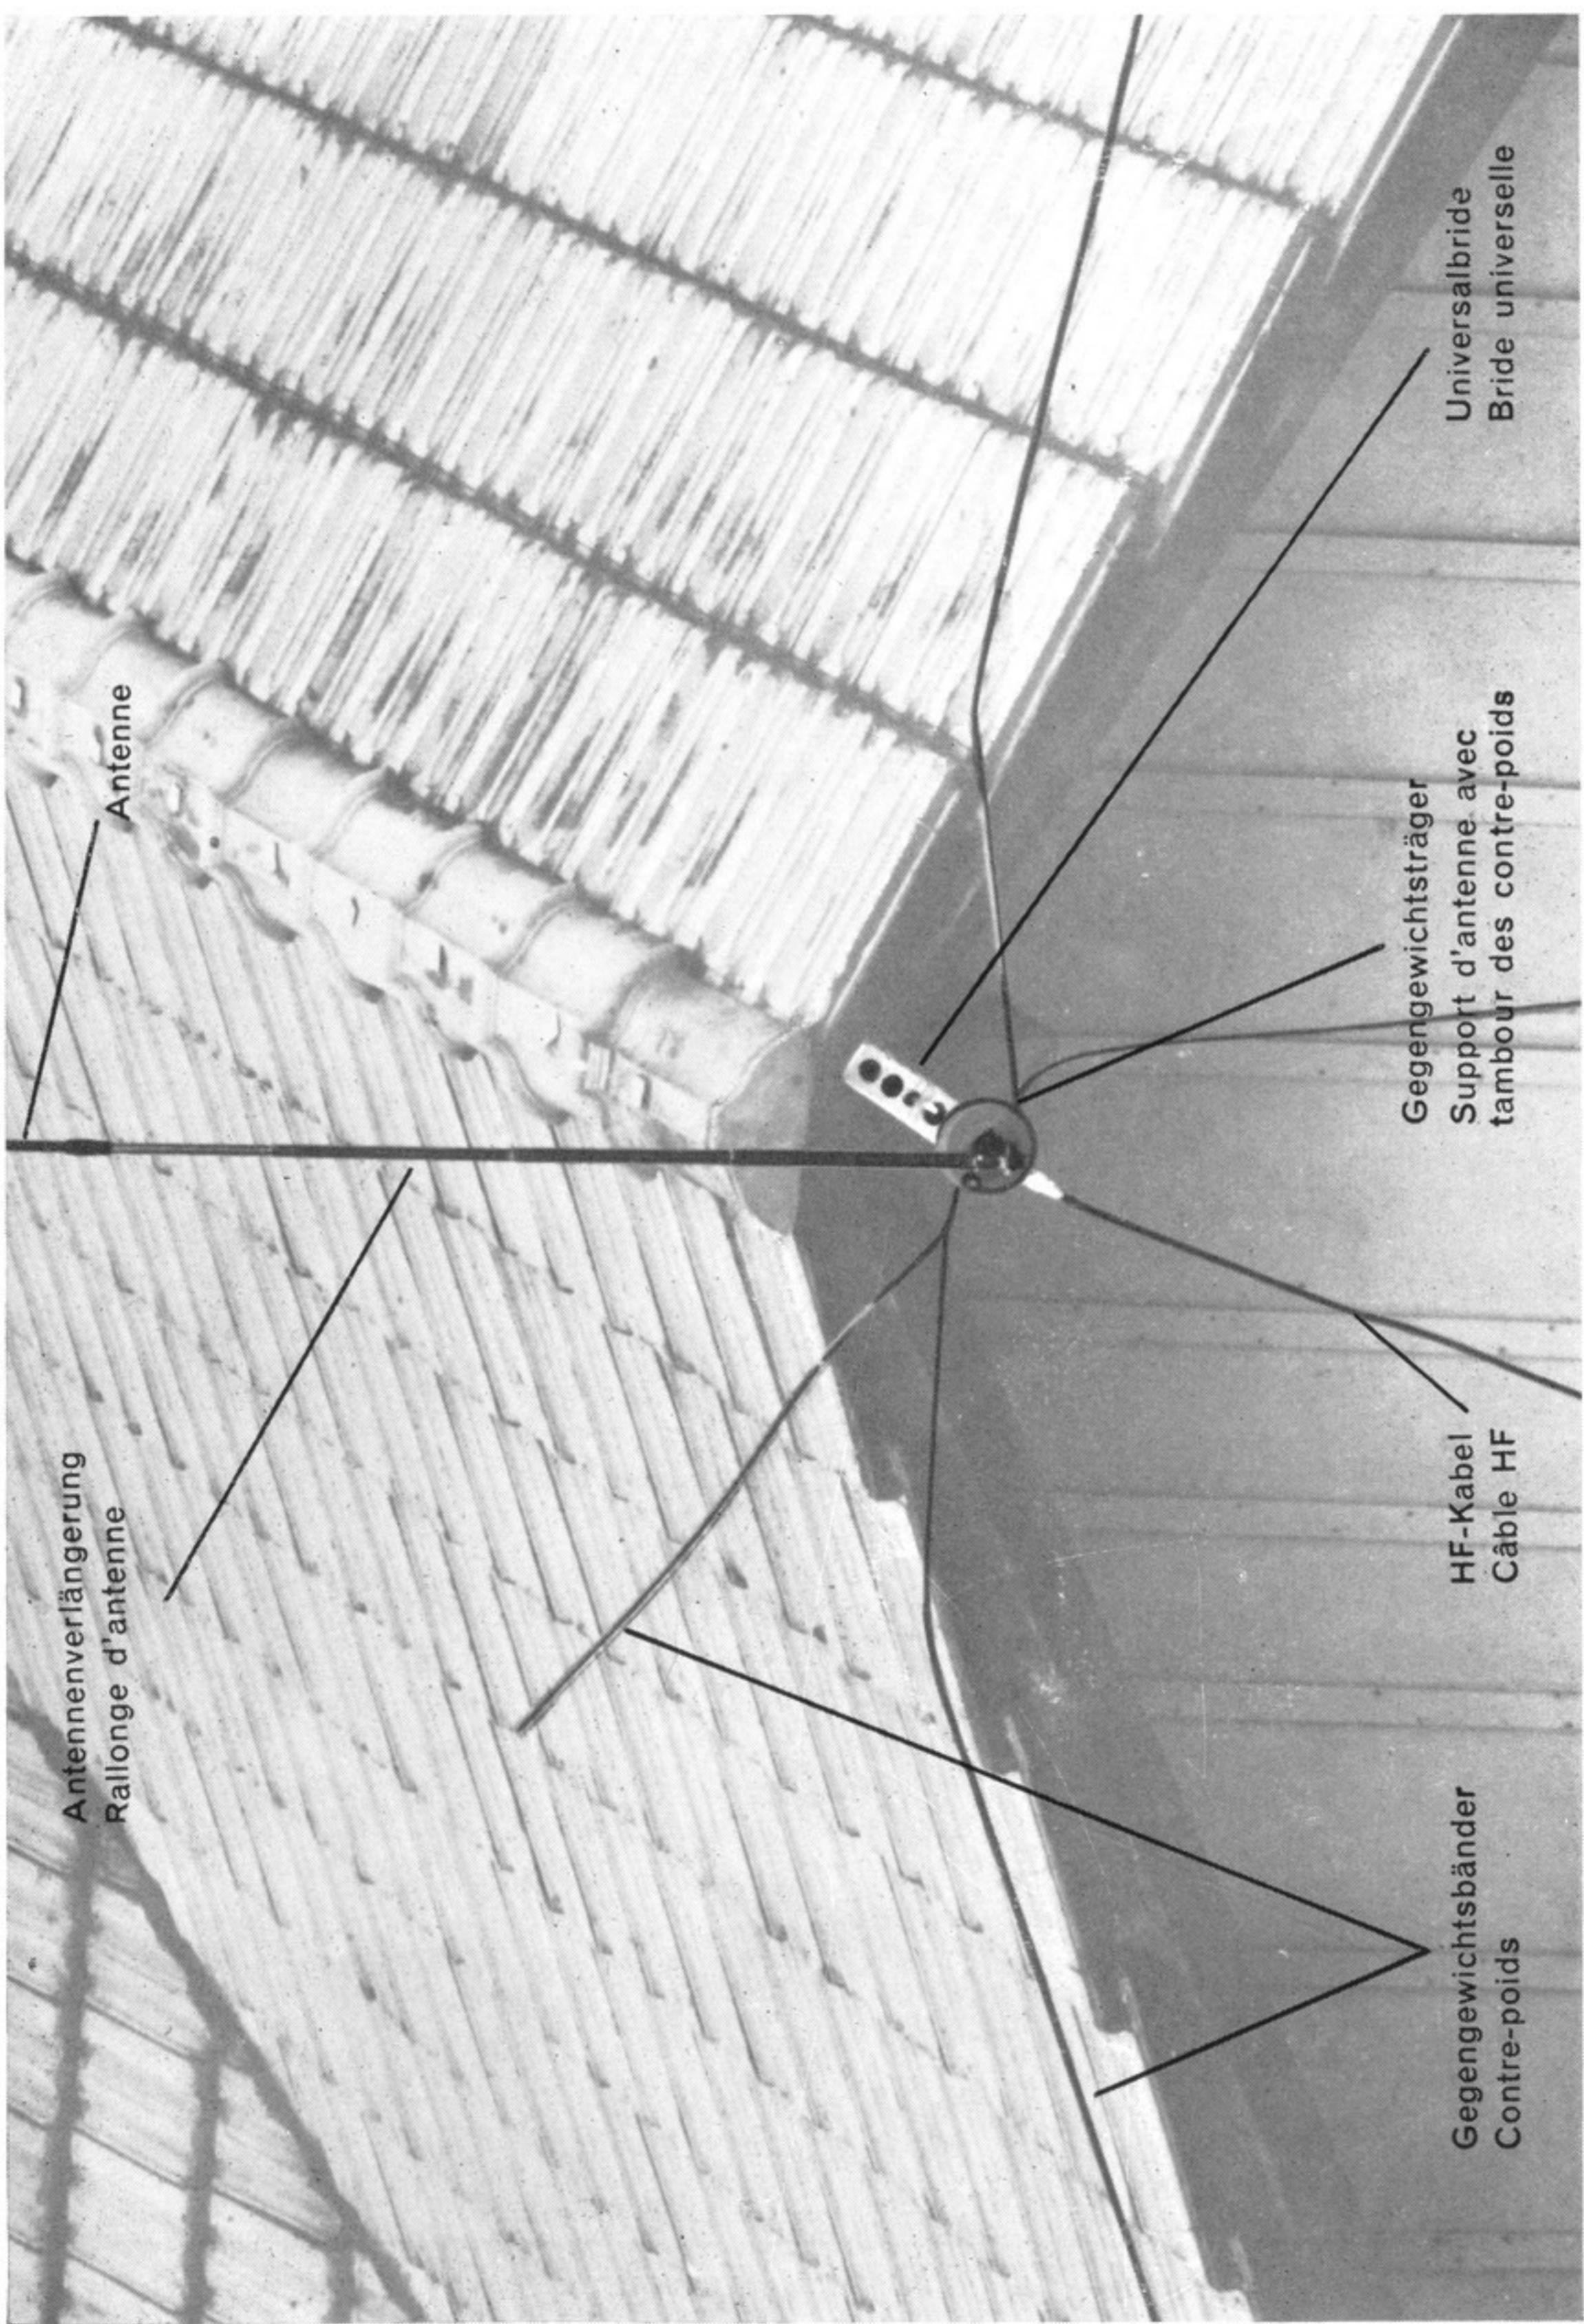

Fig. 2
b) **Befestigung der Fernantenne mit der Universalbride** (Fig. 2)
b) **La bride universelle** (voir fig. 2 et 4)
b) **Fixation de l'antenne extérieure avec la bride universelle** (fig. 2)